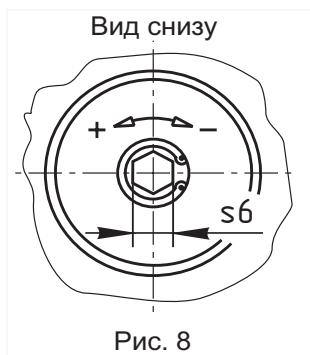

Рис. 8
4.5.4 При необходимости регулирования количества пропускаемого газа, используйте винт в нижней крышке (только для клапанов ВН...КПЕ фл.). Поворачивая винт в сторону знака « - » можно уменьшить количество пропускаемого через клапан газа (рис. 8).